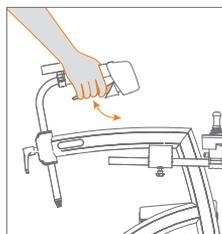

Figura 29: Rilasciare il freno di stazionamento
- d. Per rimuovere il deambulatore dalla posizione di parcheggio, premere nuovamente le maniglie dei freni e rilasciarle **(Figura 29)**. Il rollator non è più in posizione di parcheggio.